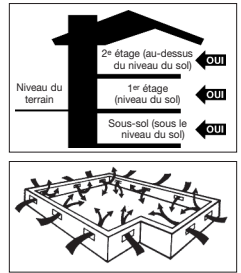

Figure 1
- Les vides sanitaires doivent être à un minimum de 46 cm (18 po) entre le sol et le dessus des solives. Un tapis de sol en pellicule polyéthylène noire de 6 à 20 mils est indispensable comme pare-vapeur, avec joints se chevauchant sur 15 cm (6 po) et fixés avec du ruban résistant à l'humidité. Le vide sanitaire doit posséder sur son périmètre une ventilation égale à un minimum de 1,5% de la surface du vide sanitaire. Les événements doivent être placés de façon à favoriser la ventilation transversale (Figure 1).